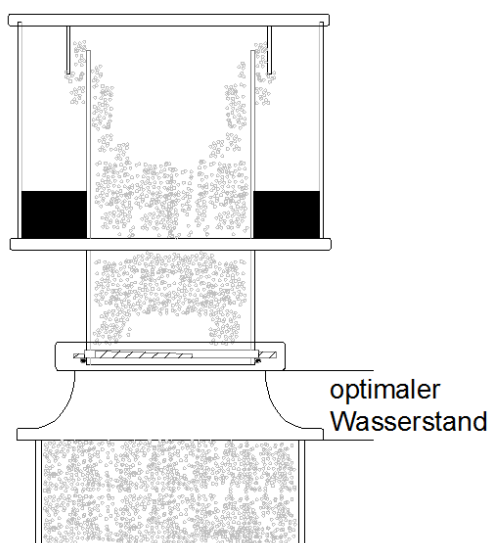

Bild 8
- Mit dem Niveauregler das Schaumbild im Steigrohr so eingestellt, dass die feinen Luftblasen leicht über dem Schaumtopfboden anfangen zu größeren Blasen zu zerplatzen (Bild 8).
- Wird das Notüberlaufrohr nicht verwendet, den Wasserstand im Bereich Oberkante Rohr, unterkante Bajonett einstellen (Bild 8). Das Absaugrohr kann entfernt werden.